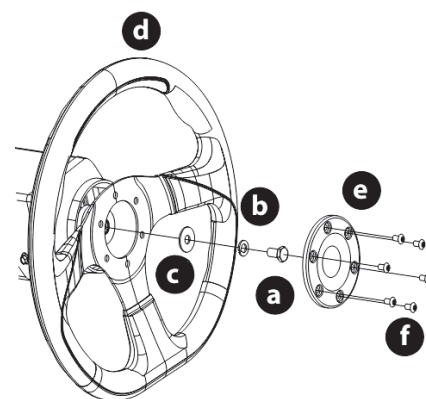

Рис. 5
- С помощью инструмента извлеките винты (f) из крышки (e) рулевого колеса и извлеките внутренние компоненты (a, b, c) из рулевого колеса (d) (рис. 5).
- Установите колеса прямо по курсу, затем установите рулевое колесо (d) на вал рулевого управления (рис. 5).
- Последовательно установите плоскую шайбу (c), пружинную шайбу (b) и закрепите их шестигранным винтом (a) (рис. 5).
- Установите крышку (e) в центр рулевого колеса (d) и закрепите ее винтами (f) (рис. 5).